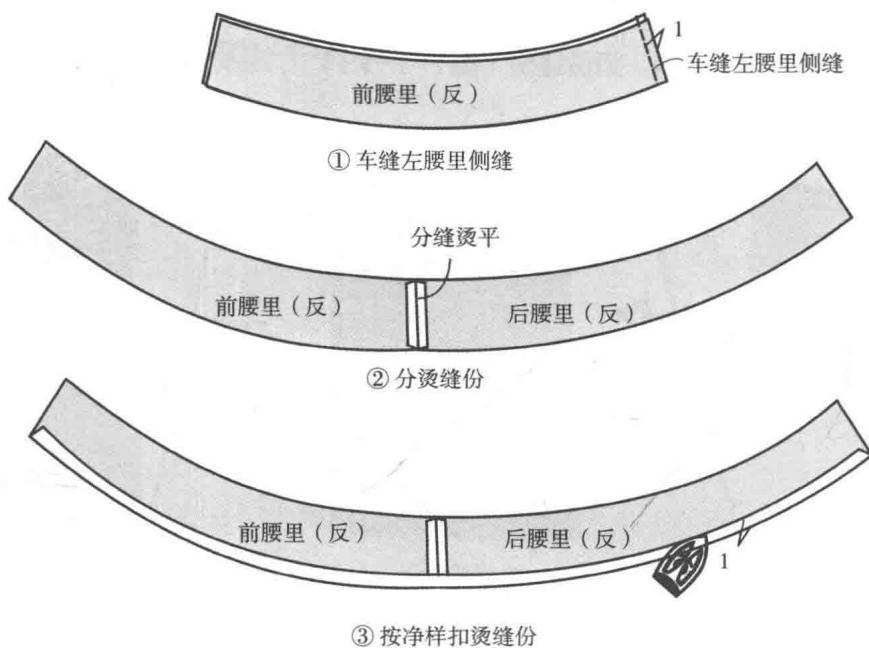

图1-1-11 缝合裙腰里侧缝并扣烫缝份
(1) 缝合左腰里的侧缝（图1-1-11 ①）。
(2) 将缝份分开烫平（图1-1-11 ②）。
(3) 按净样板扣烫腰里下口缝份（图1-1-11 ③）。